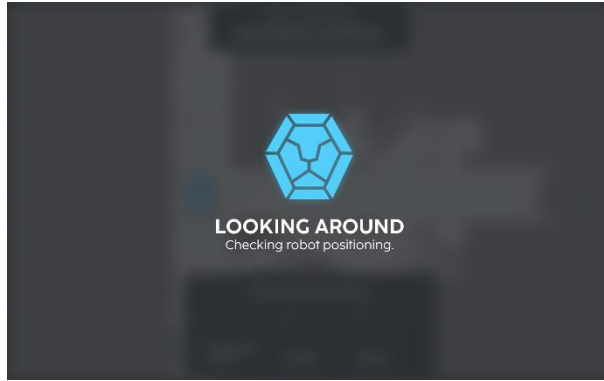

Fig. 4
3. Attendez l'écran 'LOOKING AROUND' (Fig 4).